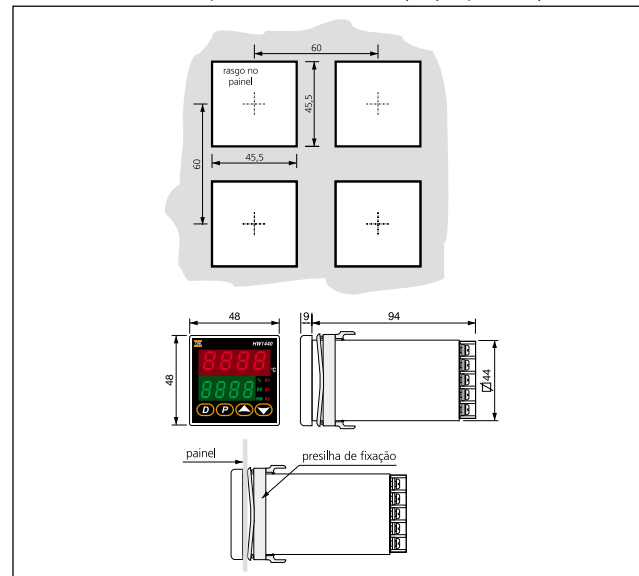

Figura 1
1. Faça um rasgo no painel, conforme dimensões indicadas na figura 1;
Nota 1: o HW1440 permite instalação múltipla, tanto na horizontal como também na vertical, conforme demonstra figura 1.